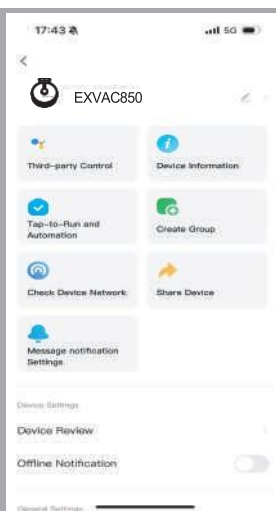

Рис. 19
- Ф) Нажмите на значок  на главном интерфейсе, перейдя по ссылке на рис. 19, пользователи могут выполнять дополнительные действия с EXVAC850, такие как подключение к сторонним сервисам (Google Assistant, Alexa и т. д.), совместное использование устройства или обновление прошивки и т. д.